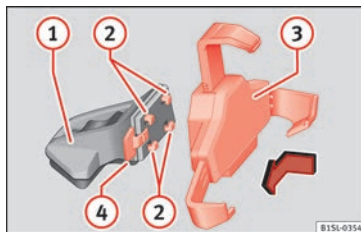
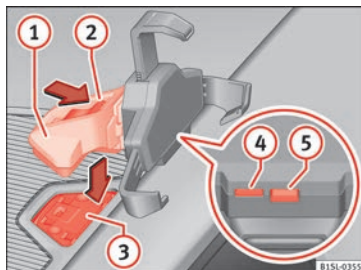

Abb. 134 Universalhalterung und Haltearm zusammenbauen.
Abb. 135 In der Mittelkonsole: Öffnungsverschluss für die Aufnahme des Infotainment-Systems
- Drücken Sie die Entriegelungstaste »» Abb. 135 (5) bis sich der obere Arm der Universalhalterung löst.
- Installieren Sie ggf. die Aufnahme für das Smartphone »» Abb. 134.
- Setzen Sie das Smartphone in die untere Halterungen ein. Um die unteren Halterungen einzustellen, drücken Sie die Taste »» Abb. 135 (4).
- Halten Sie die Universalhalterung »» Abb. 134 (3) fest und drücken Sie die Entriegelungstaste »» Abb. 134 (4).
- Halten Sie den Haltearm »» Abb. 135 (1) fest und drücken Sie die Entriegelungstaste »» Abb. 135 (4) in Pfeilrichtung.
- Stecken Sie die Universalhalterung » Abb. 134 ③ in die Verrastungen ② des Haltearms ①.
- Bewegen Sie die Universalhalterung seitlich in Richtung der Verriegelung ④ bis die Halterung hörbar einrastet » △.
- Setzen Sie den Haltearm » Abb. 135 ① von oben in die Halteplatte » Abb. 135 ③ ein und drücken Sie ihn nach unten bis er hörbar einrastet » △.